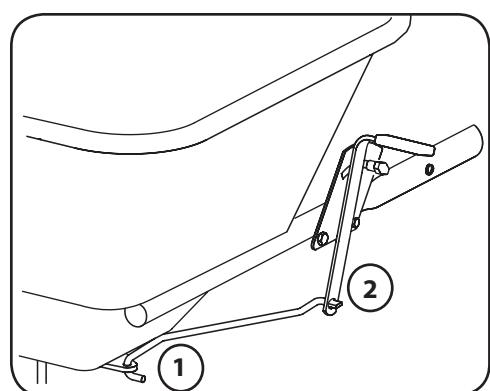

Figura 1-10
- Inserte la varilla de control (lado del gancho) en la placa limitadora (preinstalada debajo de la tolva) de arriba hacia abajo. Vea 1 en la Figura 1-10.
- Inserte el lado aplanoado (ángulo de 90°) de la varilla de control en la manija de control. Consulte la Figura 1-10.